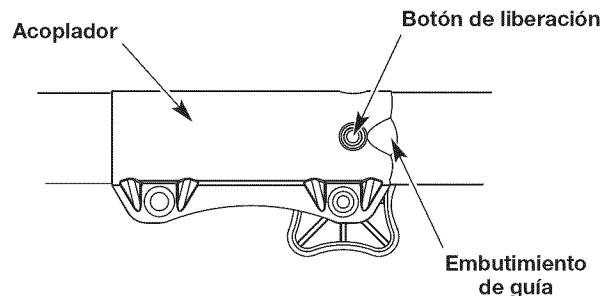

Fig. 5
**NOTA:** La alineación del botón de liberación con el embutimiento de guía ayudará en la instalación (Fig. 5).
2. Oprima y mantenga apretado el botón de liberación (Fig. 5).